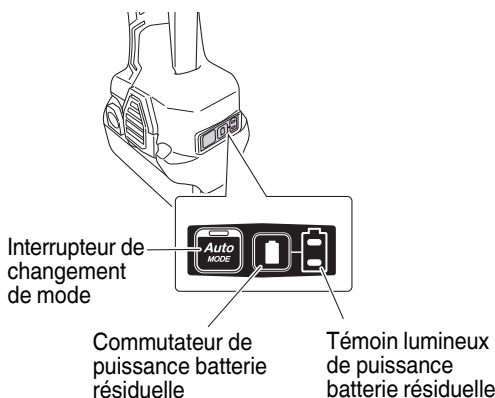

Fig. 6
Lorsque vous appuyez sur le commutateur de puissance résiduelle de la batterie, le témoin lumineux de puissance batterie s'allume et vous pouvez vérifier la puissance résiduelle. (Fig. 6)
- 9 À propos de la fonction de changement de mode Avec la batterie installée à l'appareil principal et l'appareil allumé, enclencher l'interrupteur de changement de mode va changer le mode d'opération au mode AUTO. En mode AUTO, le témoin d'affichage du mode AUTO reste allumée en continu. (Fig. 6) Avec le mode AUTO, vous pouvez réduire le bruit et les vibrations en réduisant le nombre maximum de tours en étant à un état sans charge. En mode AUTO, le nombre de tours sera augmenté si la charge devient plus grande durant l'opération. D'autre part, le nombre de tours sera réduit si la charge diminue durant l'opération.